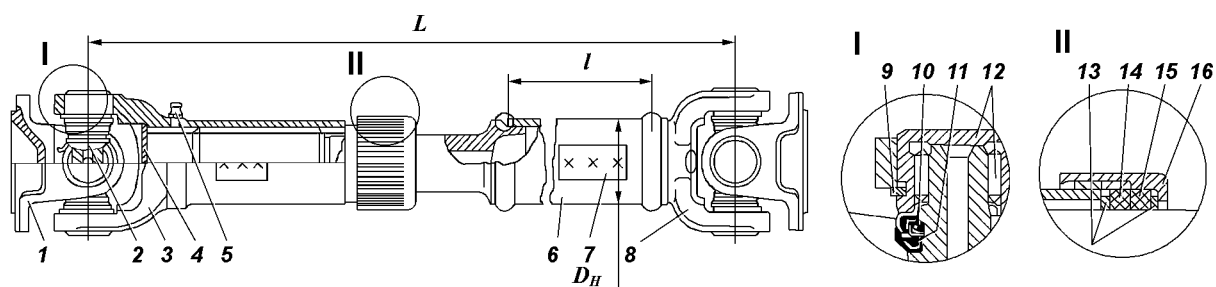

Рис. 8.1. Задняя карданная передача:
Передача крутящего момента к ведущим мостам осуществляется карданными валами (рис. 8.1) открытого типа, каждый из которых имеет подвижное шлицевое соединение и по два карданных шарнира.
Для смазывания пользуйтесь шприцем со специальным наконечником. Шлицевое соединение смазывайте через пресс-масленку 5 (см. рис. 8.1),
1. Отверните обойму 16 (см. рис. 8.1) сальникового уплотнения шлицевого соединения, предварительно выправив ее в местах кернения, и сдвиньте уплотнение в сторону трубы.
Разъедините шлицевое соединение вала, снимите кольца 13 (см. рис. 8.1), 14, 15 и обойму 16.
1. Установите на шлицевой конец карданного вала обойму 16 (см.рис. 8.1), войлочное кольцо 14, резиновое кольцо 15 и кольца 13.
Установите в пазы стаканов стопорные кольца 9 (см. рис. 8.1).